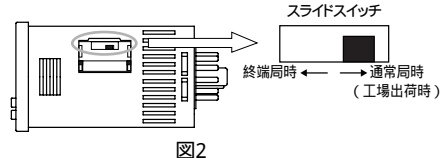

図2
(3)終端局のエコパワーメータは、本体横のスライドスイッチを切り替えてください。(図2)